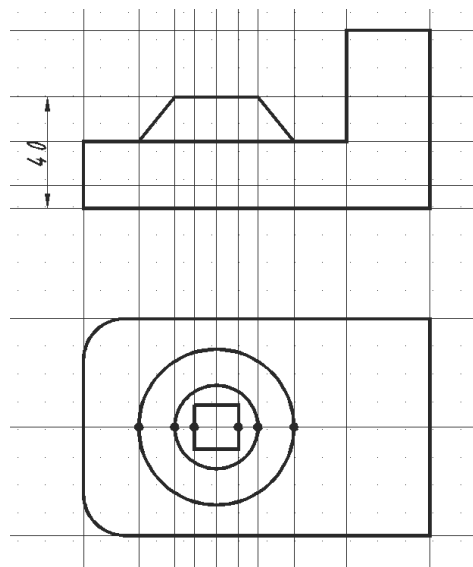

Рисунок 2.6
6. Провести бесконечные прямые (опция – **Вер**) через указанные точки на вспомогательном слое и одну прямую с отступом =40, рисунок 2.6.
7. Выполнить обводку контура конической бобышки, рисунок 2.6.